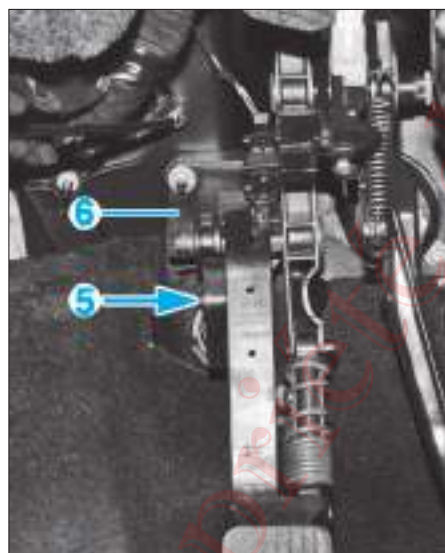

FIG. 3
- Déposer l'axe (5) de la pédale d'embrayage (Fig.3).